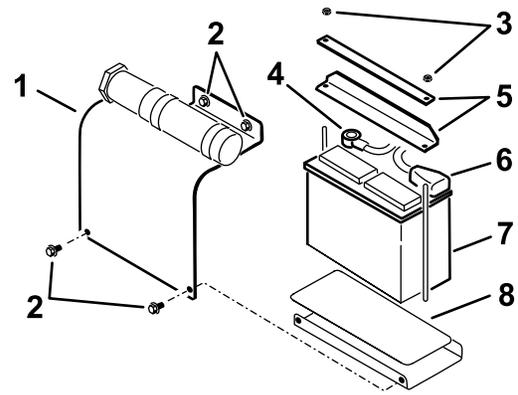

Рисунок 4
1. Снимите четыре болта крепления крышки аккумулятора и снимите крышку (Рисунок 4).
2. Снимите барашковые гайки и планки крепления аккумулятора (Рисунок 4).
5. Установите аккумулятора на платформу (Рисунок 4).
6. Прикрепите аккумулятор к шасси снятыми ранее планками и гайками (Рисунок 4).
7. Подсоедините положительный (красный) кабель к положительной (+) клемме аккумулятора (Рисунок 4). Наденьте на штырь аккумулятора резиновую крышку.
8. Подсоедините отрицательный (черный) кабель к отрицательной (-) клемме аккумулятора (Рисунок 4).
9. Установите крышку аккумулятора, закрепив ее 4 болтами, которые были вывернуты ранее (Рисунок 4).